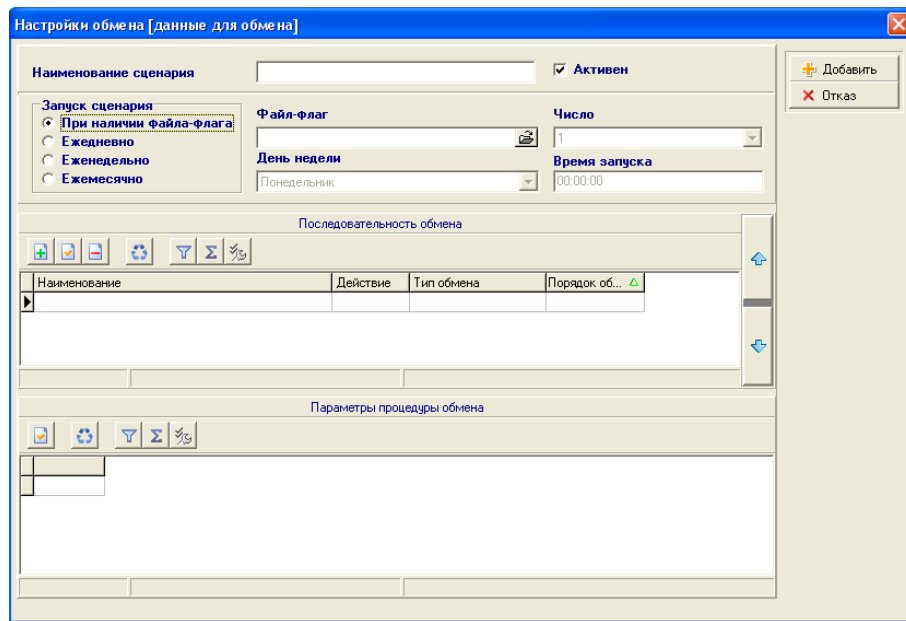

рис. 9-3. Форма сценария
- 3) В появившемся окне, заполнить поле «Наименование сценария», выбрать событие, запускающее сценарий и заполнить поля настроек события, как это показано на рис. 9-3;